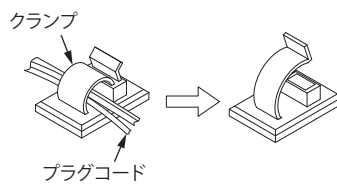

図3
2. プラグコード(電源線、アース線)をクランプより外してください。(図 3)
2. プラグコード(電源線、アース線)をクランプより外してください(図 3)